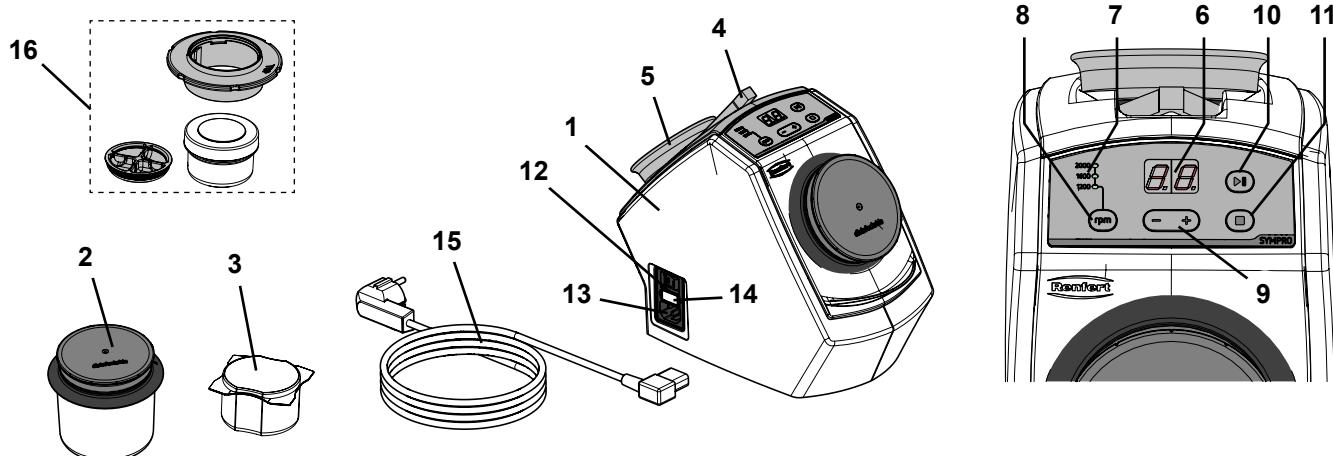

Fig. 1
- ⇒ Sitúe las pinzas adjuntas y el imán de sujeción en las correspondientes cavidades en la parte trasera del aparato (Fig. 1).
- ⇒ Elija el cable de red provisto del conector adecuado para su país (15, Fig. 1).
- ⇒ Introducir el cable de red a la conexión de red (13, Fig. 1).
- ⇒ Conecte el aparato a través del interruptor de red (12, Fig. 1).
- ⇒ Llene el vaso de limpieza (2, Fig. 1) con 75 g de agujas de limpieza (equivale a un envase).
- ⇒ Llene el mini vaso SYMPRO (16, Fig. 1) con ~ 5 g de agujas de limpieza.